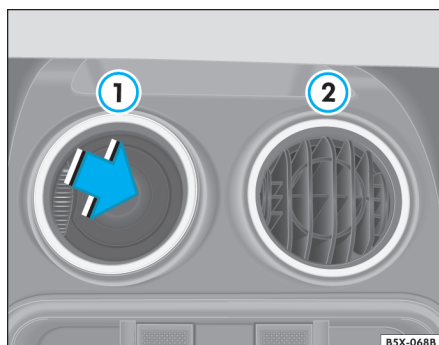

Fig. 85 Difusores de aire
- ① Difusor totalmente cerrado ⇒ fig. 85.
- ② Difusor totalmente abierto ⇒ fig. 85.
abiertos o cerrados moviendo el cuerpo del deflector. Para la apertura de la salida de aire, presione el lugar indicado ⇒ fig. 85 -flecha-.
Es posible alterar la orientación del aire para cualquier posición, moviendo el difusor abierto ⇒ fig. 85 ②, en el sentido horario o antihorario y con la inclinación deseada en las aletas. ◀